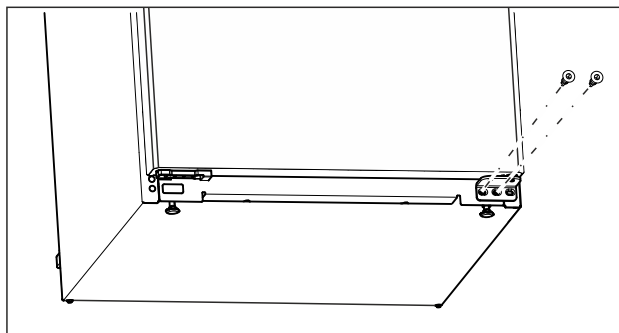

Fig. 14
- ▶ Pomocí šroubováku Torx 20 vyšroubujte prostřední šroub na spodním stojanu ložiska. (viz Fig. 14)
- ▶ Šroubovákem Torx 20 vyšroubujte vnitřní šroub na spodním stojanu ložiska. (viz Fig. 14)